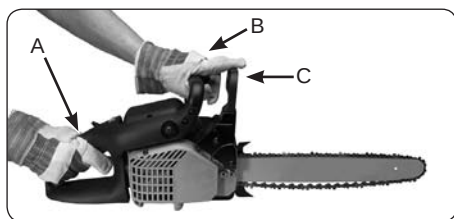

Рис. 11
3. Возьмитесь за заднюю рукоятку (A) правой рукой (Рис. 11).
4. Левой рукой крепко возьмитесь за переднюю рукоятку (B), а не за рычаг тормоза цепи (C) (Рис. 11).
5. Нажмите на рычаг газа до 1/3 от его хода, после этого сразу же задействуйте рычаг тормоза цепи (C) (Рис. 11).